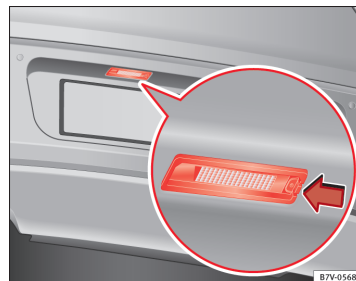

Fig. 149 Sur le pare-chocs arrière : éclairage de la plaque d'immatriculation
1. Appuyez sur la languette de l'éclairage de la plaque d'immatriculation dans le sens de la flèche ⇒ **fig. 149**.